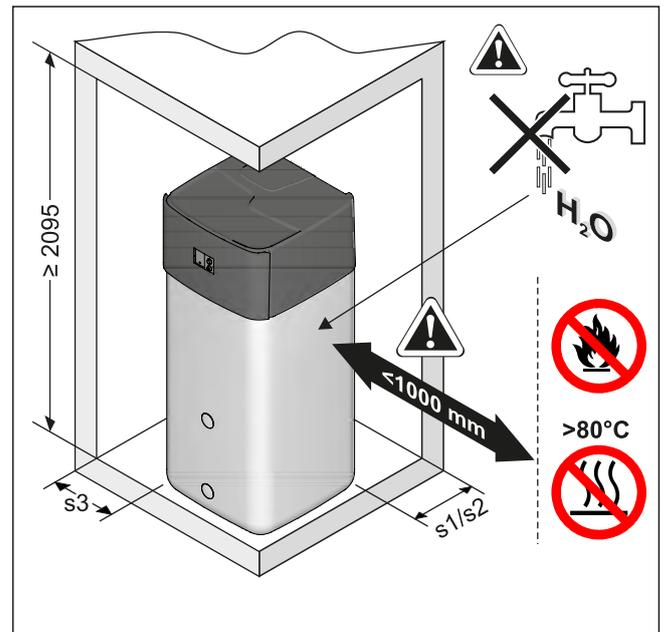

Bild 4-10 Mindestabstände für die Aufstellung der GCU compact (Maße siehe Tab. 4-1)
- Leicht entflammbare und leicht entzündbare Stoffe grundsätzlich nicht in unmittelbarer Nähe der GCU compact lagern oder verwenden (Mindestabstand 1 m, siehe Bild 4-10).